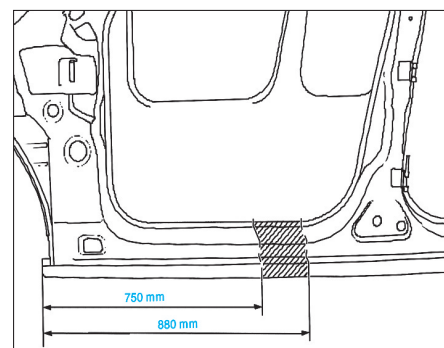

FIG. 41
- Découper la partie du bas de caisse recouvrant les points de soudage du montant A en tenant compte des lignes de coupe (fig. 41).